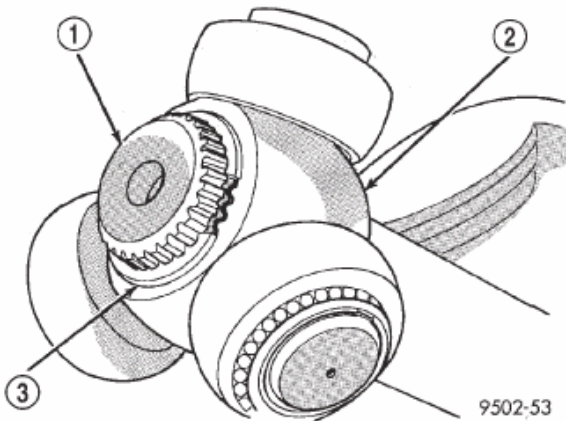
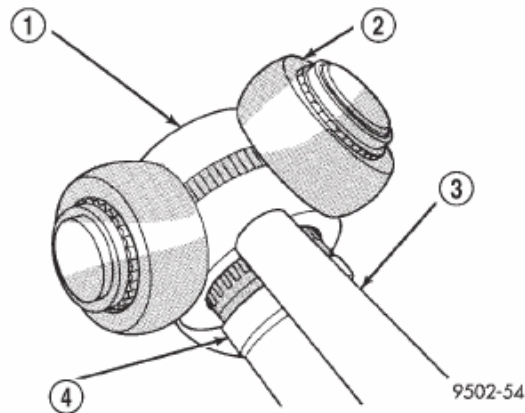

Fig. 27 Anillo de muelle de retención del conjunto de cruceta
Fig. 28 Desmontaje del conjunto de cruceta del eje de interconexión
(4) Retire el anillo de muelle que sujeta el conjunto de cruceta al eje de interconexión (Fig. 27). Luego retire el conjunto de cruceta del eje de interconexión. Si el conjunto de cruceta no se extrae manualmente del eje de interconexión, se puede retirar dando pequeños golpes al conjunto de cruceta con un punzón de latón (Fig. 28). **No golpee los cojinetes externos de la articulación de tipo Tripod cuando intente retirar el conjunto de cruceta del eje de interconexión.**